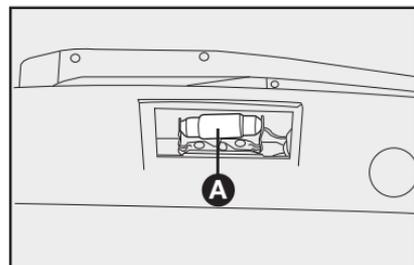

fig. 65
- 2) quitar la lámpara **A-fig. 65** de su alojamiento y sustituirla.